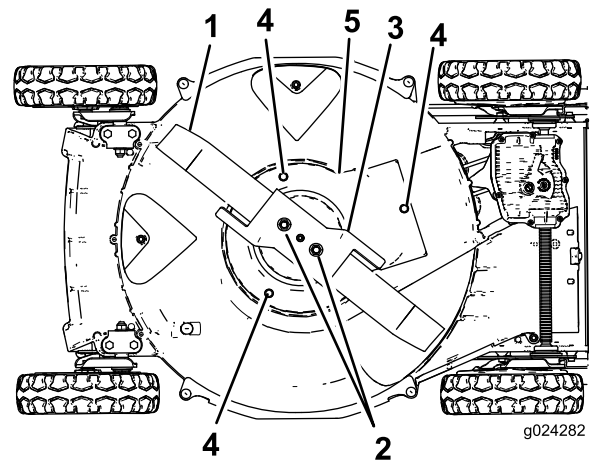

Figura 38
6. Retire las 2 tuercas de la cuchilla, el acelerador y la cuchilla (Figura 38).
7. Retire los tornillos que sujetan el protector del embrague del freno de la cuchilla a la carcasa de corte (Figura 38).